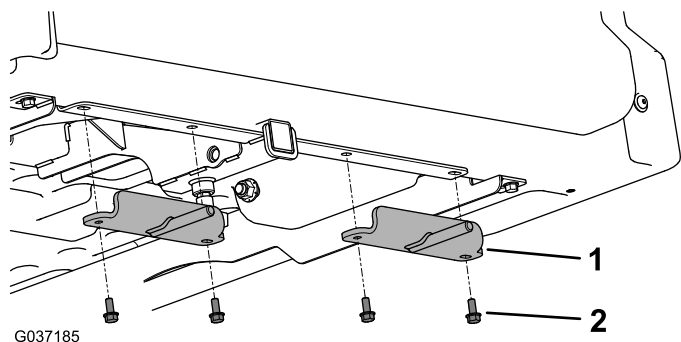

Figure 3
2. Montez les 2 stabilisateurs sur le dessous du plateau de chargement à l'aide des vis à tête hexagonale précédemment retirées (5/16" x 3/4"), comme montré à la Figure 3.